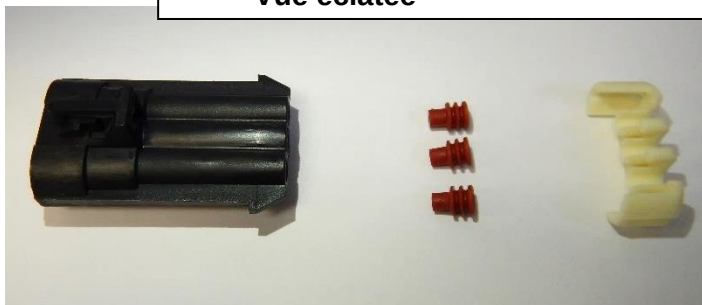

Figure 10b
4. **Figure 10b:** Fixer le capuchon protecteur assemblé (item 3) au renfort du support (item 4) à l'aide d'une attache de nylon 4.8mm x 8" lg (item 2).
5. **Figure 10b:** Fixer **sans serrer** le harnais électrique de rallonge (non inclus) (item 5) au renfort du support (item 4) à l'aide d'une attache de nylon 4.8mm x 8" lg (item 2a).
6. **Figure 10b:** Fixer le harnais électrique de rallonge (item 5) au tube de métal à l'aide d'une attache de nylon 4.8mm x 8" lg (item 2).